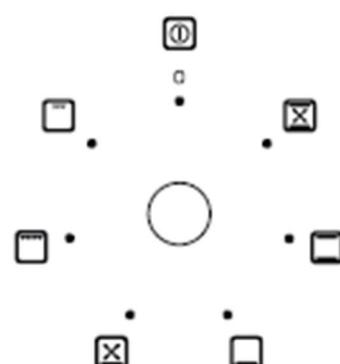

Рис. 2
2. Поверните ручку выбора функции приготовления (Рис.2);